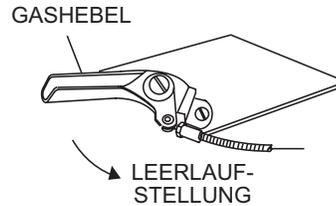

Abbildung 9. Gashebel (Leerlaufstellung)
2. Den **Gashebel** des Glätters (Abbildung 9) in die Stellung „**LEERLAUF**“ bringen.